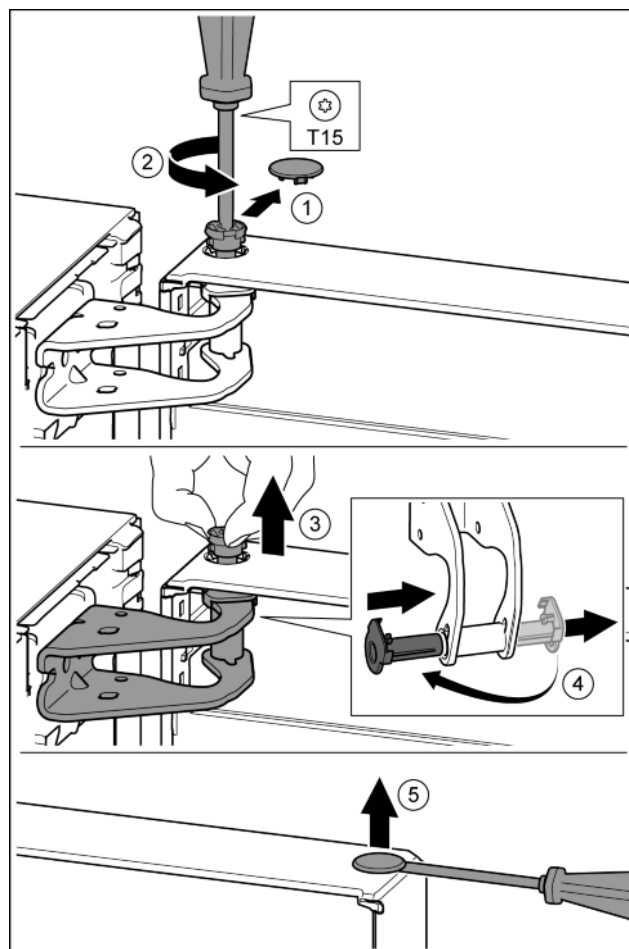

Fig. 7
- ▶ Осторожно снять предохранительную крышку. Fig. 7 (1)
- ▶ Немного выкрутить палец отверткой T15. Fig. 7 (2)
- ▶ Удерживать дверь и вытянуть палец рукой. Fig. 7 (3)
- ▶ Опорную втулку вывести из направляющей. Установить и зафиксировать с другой стороны. Fig. 7 (4)
- ▶ Осторожно приподнять шлицевой отверткой заглушку из опорной втулки двери и вынуть. Fig. 7 (5)